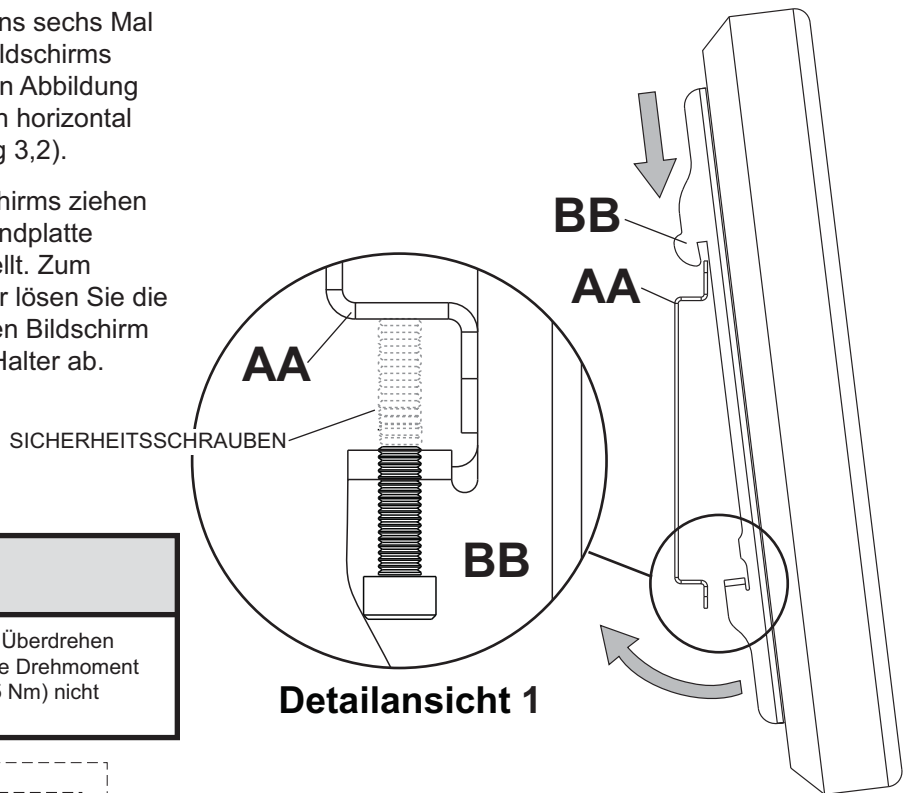

Abbildung. 3.1
- 3** Haken Sie die Adapterhalterungen (**BB**) an der Wandplatte (**AA**) ein. Schwenken Sie den Bildschirm dann langsam wie dargestellt heran. Drehen Sie die Sicherheitsschrauben mit Hilfe eines Inbusschlüssels (**EE**) mindestens sechs Mal nach rechts, um ein Entfernen des Bildschirms zu verhindern (siehe Detailansicht 1 in Abbildung 3.1). Der Bildschirm kann auf Wunsch horizontal ausgerichtet werden (siehe Abbildung 3,2).